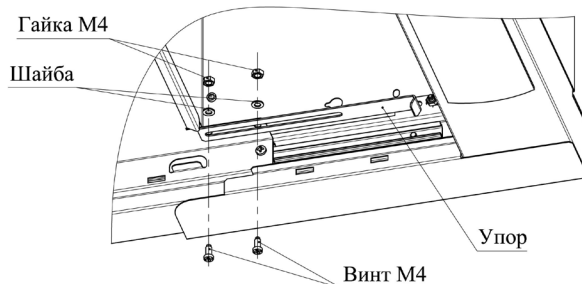
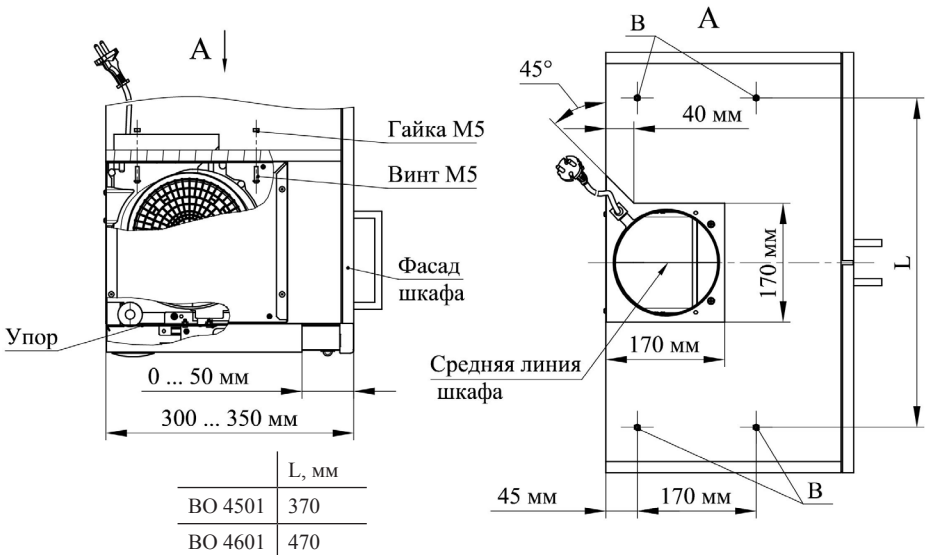

Рис. 4
Рис. 5
- 6.1 Воздухоочиститель рассчитан для монтажа в шкаф глубиной 300 мм. При этом фасад шкафа и панель воздухоочистителя будут находиться в одной плоскости. При большей глубине шкафа (до 350 мм), Вы можете отрегулировать ход панели выдвигной так, чтобы в закрытом состоянии она была на одном уровне с фасадом шкафа. Для этого установите упор (рис. 4) и отрегулируйте его вылет (рис. 5). Если глубина Вашего шкафа больше 350 мм, то при его изготовлении необходимо закрыть пространство за воздухоочистителем мебельной панелью.
панели (рис. 5).
- Разметьте и просверлите отверстия В диаметром 6 мм в верхней панели шкафа согласно рис. 5.